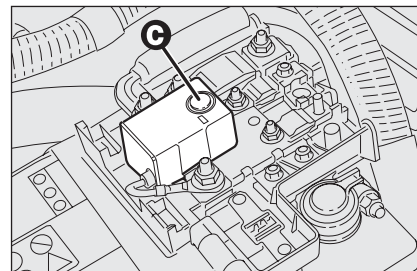

fig. 63
- ☐ pulse la tecla **C-fig. 63** para reactivar el interruptor de la alimentación eléctrica.